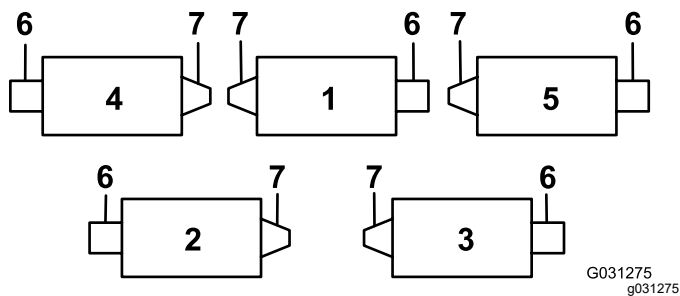
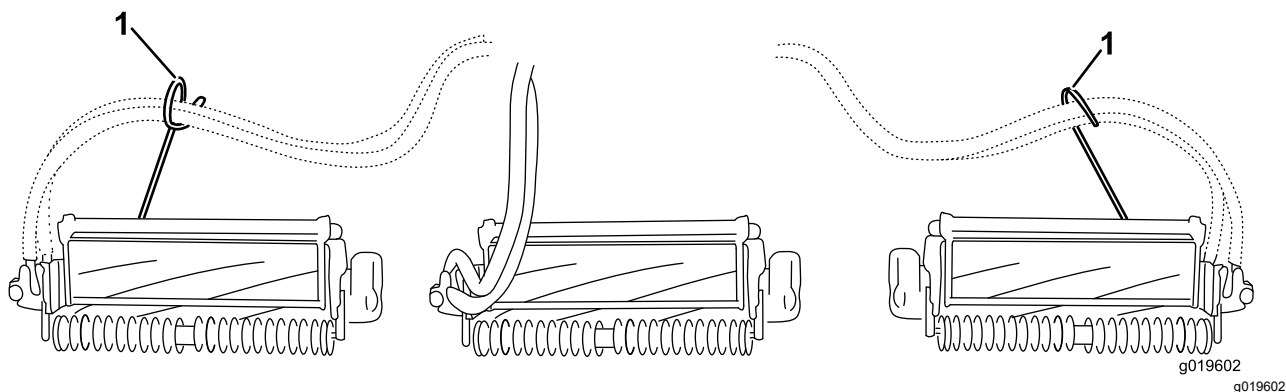
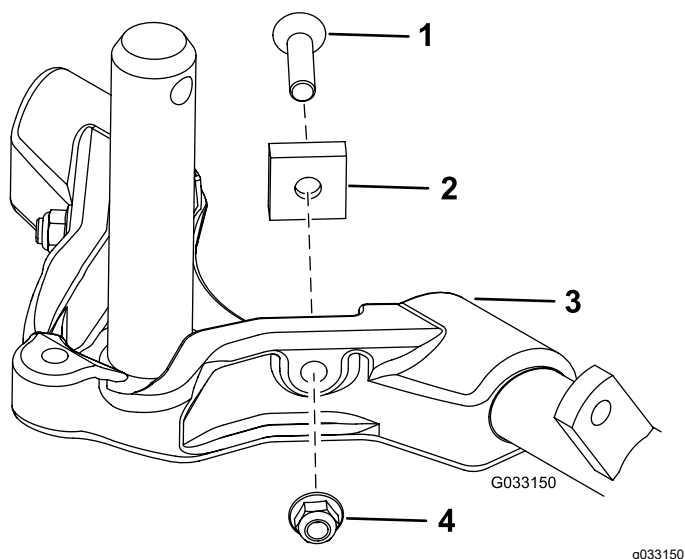

図 12
図 14
図 15
重要 4番左前カッティングユニットと、5番右前カッティングユニットでは、ロッドブラケット取り付けナットを使って、各ユニットのタブの前にホースガイドを取り付ける。ホースガイドは、中央カッティングユニットに向かって傾斜するのが正しい図 12-図 14。
7. 後ろのカッティングユニット2番と3番のキャリアフレームから、ピボットスペーサ、六角ソケットねじ、およびフランジロックナット各2個(図 15)を取り外すことにより、これらのカッティングユニットの首振り追従性能を向上させることができます(図 12)。